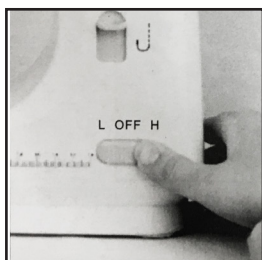

Fig. 9
3. A máquina de costura pode ser operada de duas formas: com o pedal ou com o botão "Power OFF/L&H". Para operar a máquina com o pedal, simplesmente aperte o pedal e para parar a máquina solte o pedal. Quando for iniciar a costura somente com o botão, deslize o botão Power Off/L&H para a posição (L) e a costura automaticamente se iniciará com uma velocidade baixa ou para posição (H) a máquina se iniciará a costura com uma velocidade mais alta. E para parar a costura basta deslizar o botão para a posição OFF. (Fig. 9)